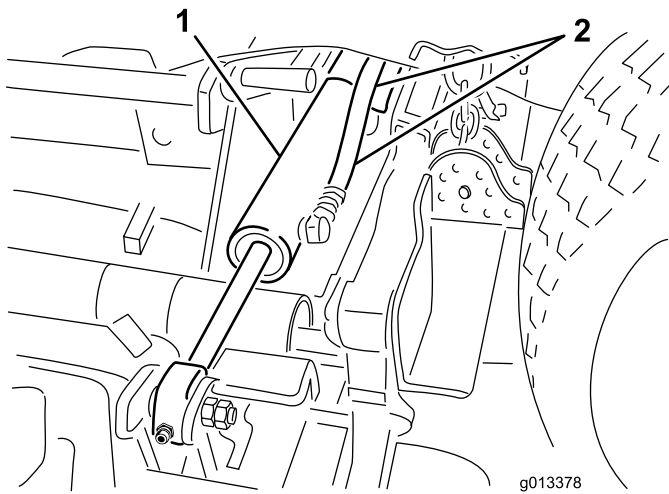

Bild 3
4. Schließen Sie die Hydraulikschläuche von den Hubzylindern des Seitmähwerks ab (Bild 3).